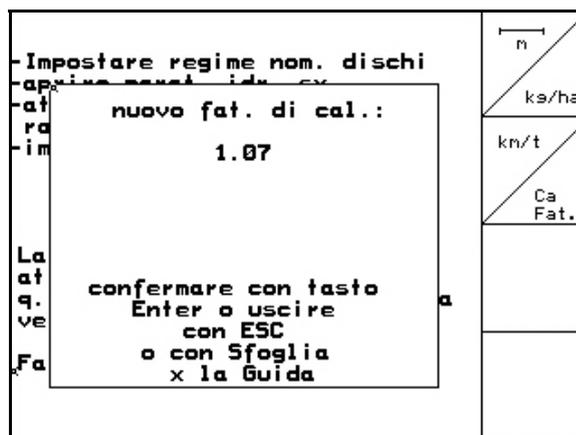

Fig. 18
- Verrà visualizzato il nuovo fattore di calibrazione (Fig. 18).